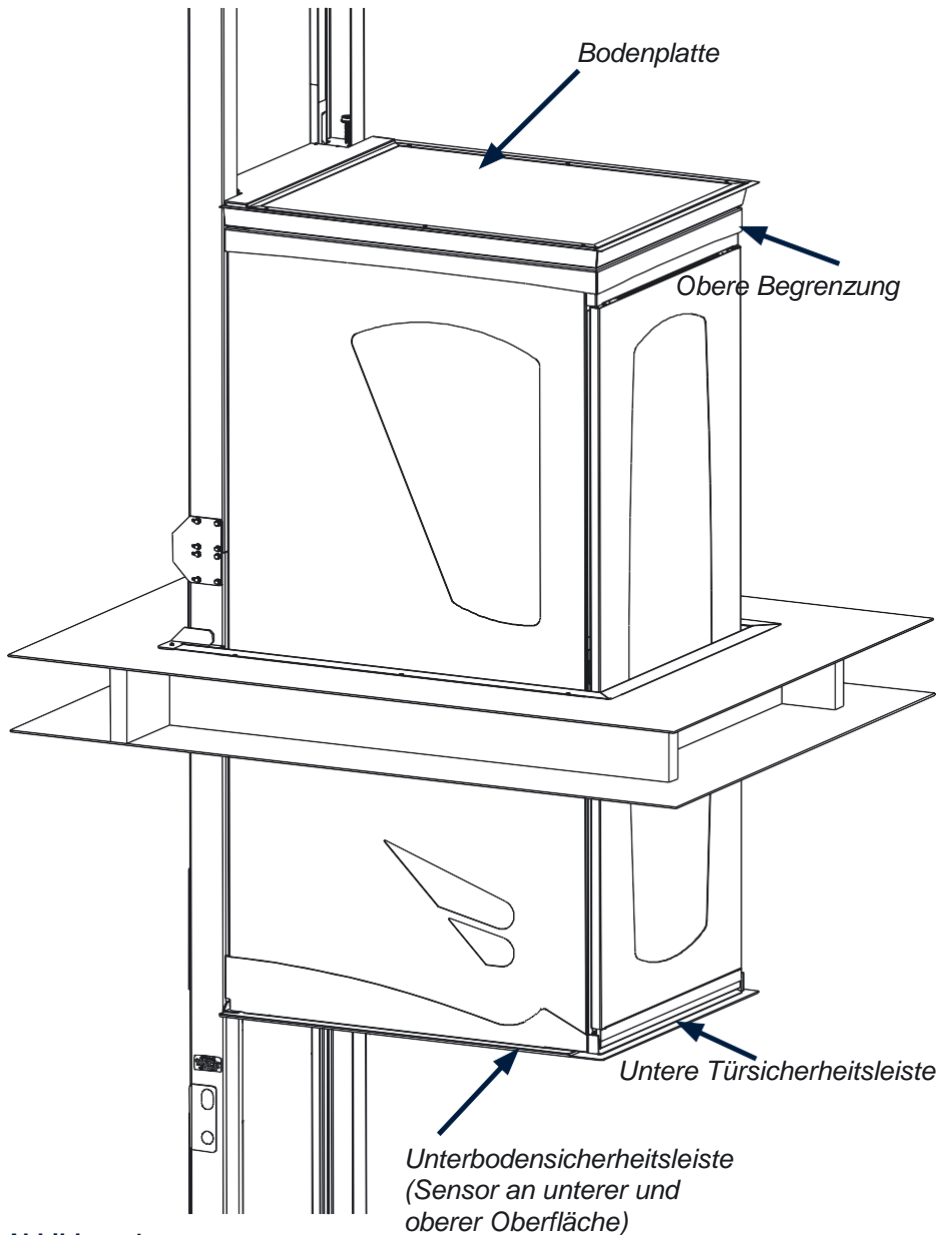

Abbildung 1
- Sorgen Sie dafür, dass der Bereich unter dem Lift freigehalten wird. Die Oberfläche des Unterbodens ist mit Sensoren versehen, die den Lift automatisch anhalten, wenn er auf ein Objekt trifft (*Abbildung 1*).
- Bitte kein Objekt auf die Bodenplatte stellen oder darauf stehen wenn der Lift im Betrieb ist. Achten sie darauf, dass bei Betrieb des Lifts der Bereich um die Bodenplatte herum frei von Personen (insbesondere Kindern) ist. Die Bodenplatte ist mit Sensoren versehen, die den Lift automatisch anhalten, wenn die Bodenplatte blockiert ist (*Abbildung 1*).
Das nachstehende Bild (*Abbildung 1*) zeigt die Sicherheitsleisten und Oberflächen an Ihrem Lift.
- Eine Blockierung verursacht, dass eine oder mehrere der Sicherheitsleisten (*Abbildung 1*) betätigt werden, wodurch die Fahrt verhindert wird.